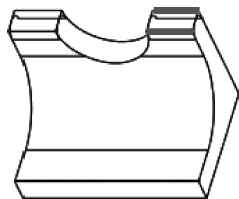

图 7-91 选择边线
(6) 按住〈Ctrl〉键选择模型上加粗的两条边线,如图 7-91 所示。
(7) 符合设计要求后,单击控制区的【应用】按钮,完成圆角特征。
(8) 单击【工程特征】工具栏中的【倒圆角】按钮,弹出【圆角】操控板。
(9) 按住〈Ctrl〉键选择模型上加粗的一对边线。
(10) 单击【集】按钮,在【集】下滑面板中单击按钮,预览完全倒圆角,如图 7-91 所示。